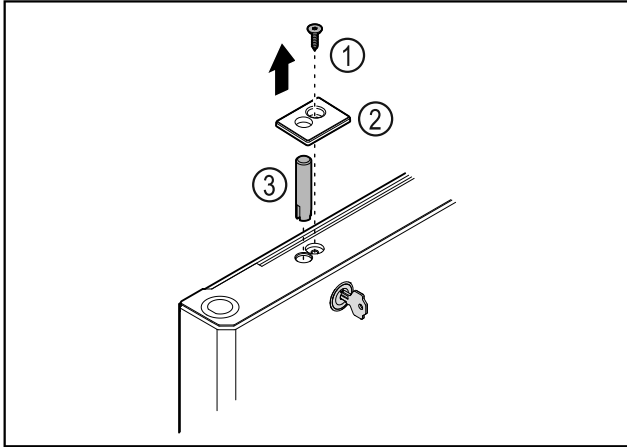

Fig. 43
- Retirer la vis Fig. 43 (1).
- Décrocher le cache Fig. 43 (2) avec un petit tournevis et le retirer.
- Retirer l'axe de la serrure Fig. 43 (3).